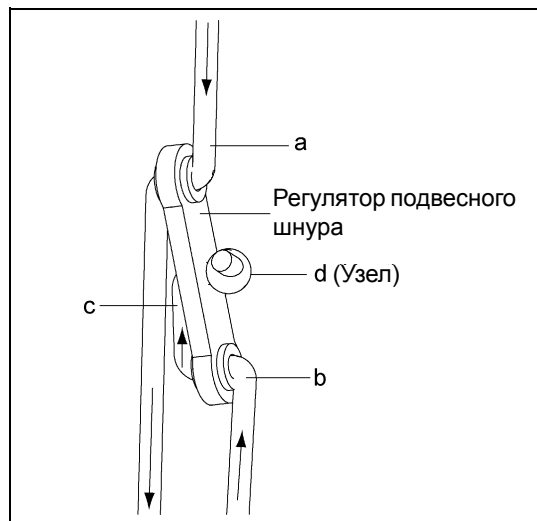

Рисунок 6D
- а. Вставьте подвесной шнур через верхнюю часть внешнего отверстия в регулятор подвесного шнура (а). Направьте шнур через верхнее отверстие монтажного кронштейна регулятора, а затем назад через нижнее отверстие в регуляторе шнура (b). Выведите шнур через среднее отверстие регулятора шнура (с) и завяжите его узлом (d). (См. Рисунок 6D.)